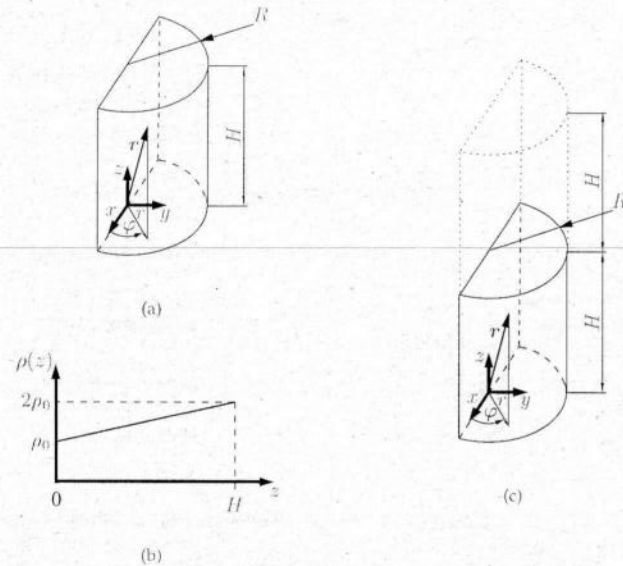

Abbildung 2.1: (a) Halbzylinder, (b) Verlauf der Dichtefunktion $\rho(z)$ und (c) Aufbringen eines zweiten Halbzylinders
Gegeben ist der in Abb. 2.1(a) dargestellte inhomogene Halbzylinder. Die Massendichte ρ ist ausschließlich von der z -Koordinate abhängig (siehe Abb. 2.1(b)). Die Abmessungen und die Geometrie können der Abb. 2.1(a) entnommen werden. Gegeben sind der Radius R , die Höhe H und der Parameter ρ_0 . Verwenden Sie ausschließlich das angegebene Koordinatensystem.
- 2.1) Bestimmen Sie die Funktion der Massendichte $\rho(z)$ aus Abb. 2.1(b).
- 2.4) Es soll nun ein zweiter Halbzylinder gleicher Abmessungen und homogener Dichte ρ^* bei $z = H$ auf den bereits vorhandenen gesetzt werden (siehe Abb. 2.1(c)). Berechnen Sie die (homogene) Dichte ρ^* so, dass der Massenmittelpunkt des zusammengesetzten Körpers bei $z = \frac{6}{5}H$ liegt.